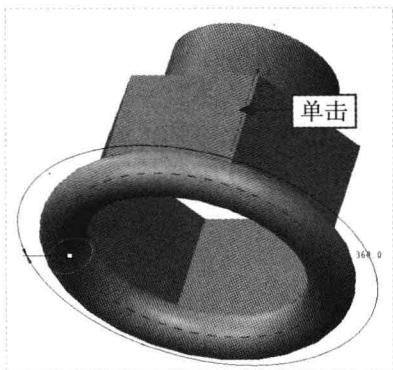

图 10-37 单击鼠标左键
Step 02 弹出“旋转”选项卡，单击“曲面”按钮，在模型树中选择“草绘 1”选项，在绘图区的 A_2 轴上单击鼠标左键，如图 10-37 所示。